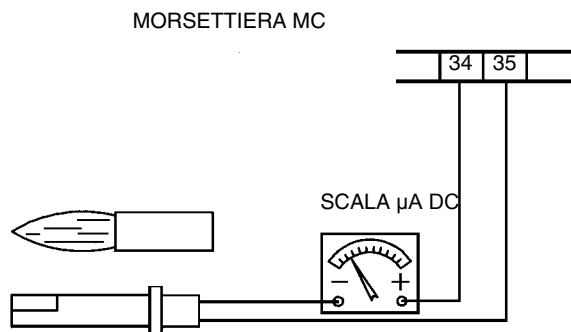

Fig. 25
- Controllo e pulizia della fotocellula di rilevazione, regolazione e se necessario sostituzione (Fig. 25).
Per misurare il segnale di rilevazione seguire lo schema in Fig. 25.